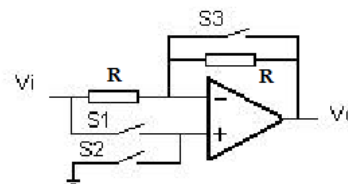

Figura 10
13.- S'utilitza el circuit de la figura 10 per a transmetre un senyal continu de manera que se'n pugui invertir la polaritat quan es detecte un determinat esdeveniment. Per a això, s'utilitzen 3 interruptors analògics CMOS que formen part de l'integrat DG211. Les configuracions utilitzades són: